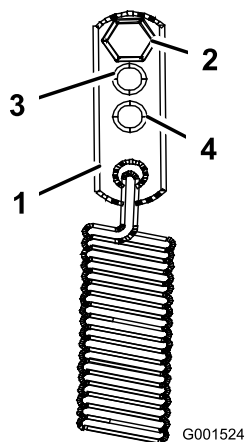

Figure 42
- Pour des conditions d'utilisation plus difficiles, déplacez les ancrages de ressort aux positions service moyen ou lourd (Figure 42). Les ancrages de ressort sont fixés au coin supérieur arrière des protections de la transmission hydraulique, sur les côtés gauche et droit de la machine.